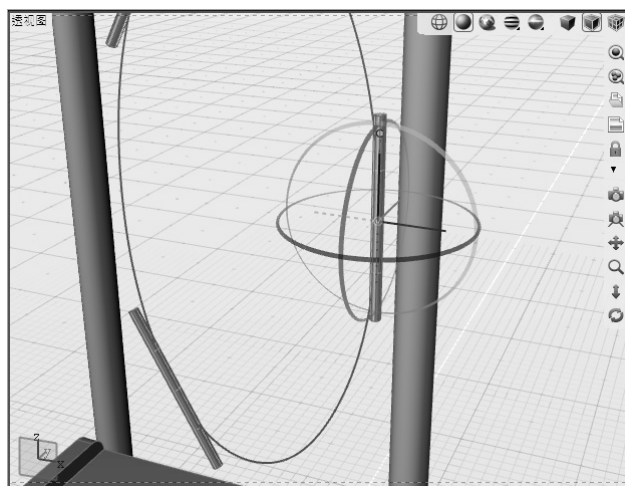

图 5-32 对复制中枢进行旋转操作
4) 选中位于复制对象上的编辑点（即复制中枢），按〈E〉键激活“旋转”工具，如图 5-32 所示。